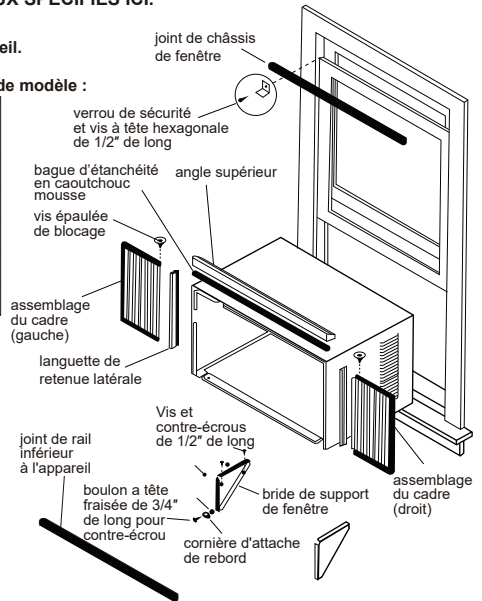

FIG.1
1. Vérifier la taille d'ouverture de la fenêtre : les pièces d'installation fournies avec ce climatiseur sont conçues pour l'installation dans une fenêtre à guillotine à deux châssis mobiles. Les pièces standard sont destinées aux dimensions de fenêtres indiquées ci-dessus. Ouvrez le châssis à un minimum de 483 mm (19"). (FIG.1) Il doit y avoir au moins 11,8 pouces (300 mm) d'espace autour de l'appareil. L'appareil avec résistance électrique doit disposer d'au moins 1 mètre d'espace par rapport aux matériaux combustibles.